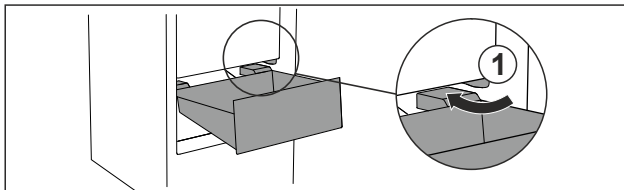

Fig. 137
- ▶ 围绕止动器 Fig. 137 (1) 倾斜引导抽屉。